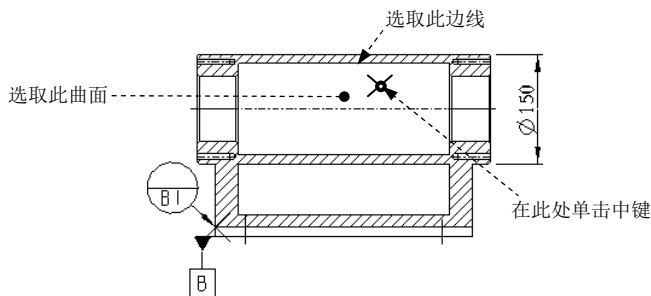

图 5.9.51 设置放置参照
- (1) 在功能选项卡区域的 **注释** 选项卡中单击“几何公差”按钮 **GD&M**。
- (2) 此时系统弹出“几何公差”对话框，在对话框左侧的公差符号区域中，单击 **OK** 按钮。
- (3) 在 **基准参考** 选项卡中进行下列操作。
- ① 定义公差参照。在 **参考** 区域的 **类型** 下拉列表中选择 **曲面** 选项，选取图 5.9.51 所示的主视图的曲面。
- ② 定义公差的位置。
c) 在图 5.9.51 所示的位置单击鼠标，放置圆柱度公差。